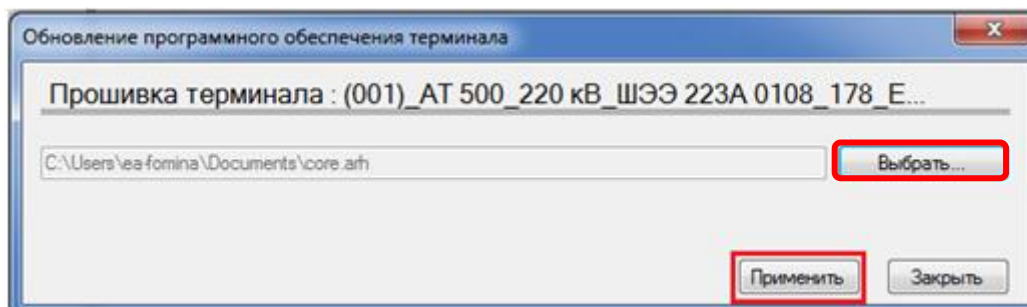
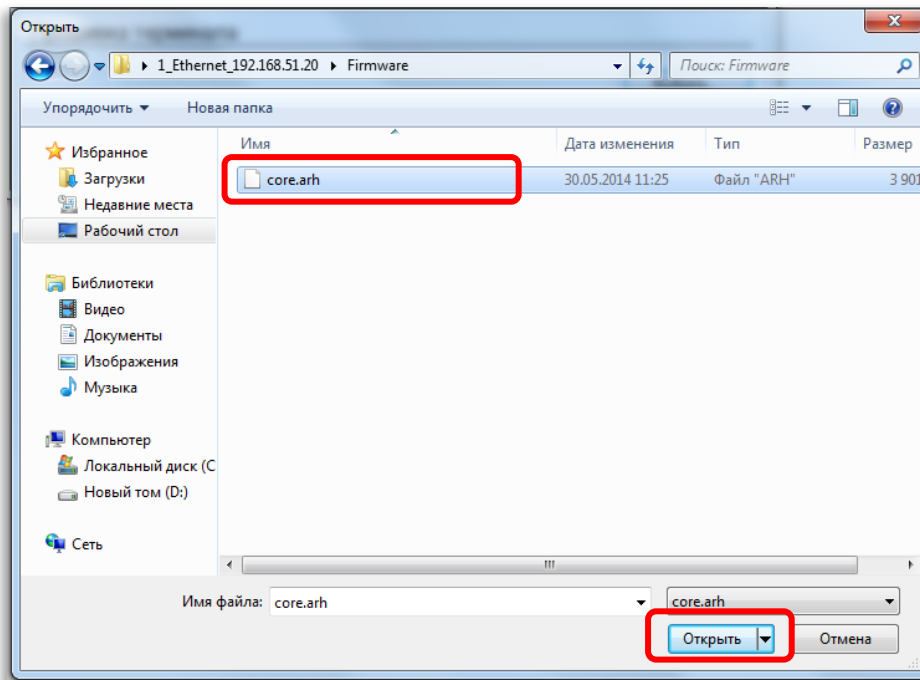

Рисунок 15 – Применить ПО терминала
Рисунок 16 – Выбор файла **core.arh**
5.2 В открывшемся окне **Обновление программного обеспечения терминала** нажать кнопку **Выбрать** (см. рисунок 15), указать путь к загружаемому файлу ПО терминала «**core.arh**» и подтвердить выбор нажатием кнопки **Открыть** (см. рисунок 16).
5.3 Нажать кнопку **Применить** (см. рисунок 15).